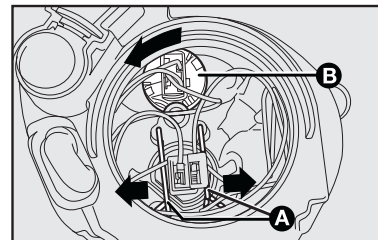

fig. 23
- desengatar as duas molas de fixação das lâmpadas **A-fig. 23**, puxando e deslocando as extremidades das mesmas para fora no sentido das setas **A-fig. 23**.
- girar no sentido anti-horário o porta-lâmpada **B-fig. 23** e desapertá-lo;